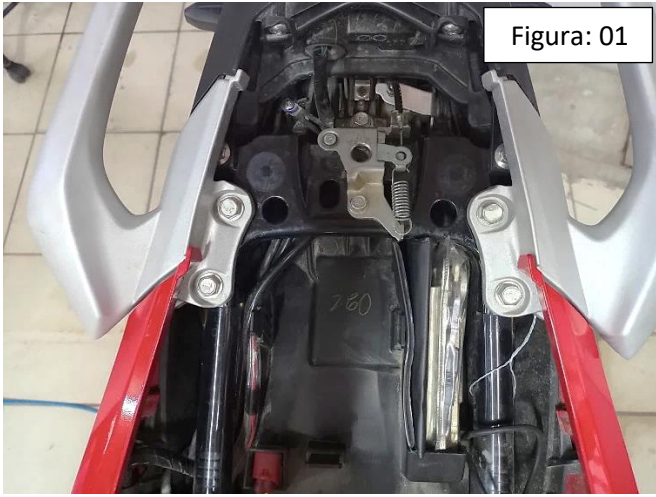

Figura: 01
**01-** Retire a alça original, Fig. 01;